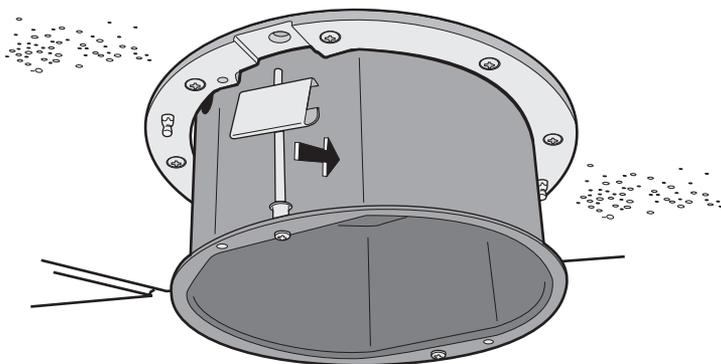

Figura 5. Instalação da back box de serviços pesados embutida no teto
10. Instale a back box comprimindo as presilhas e empurrando a back box pelo orifício (consulte figura 5).